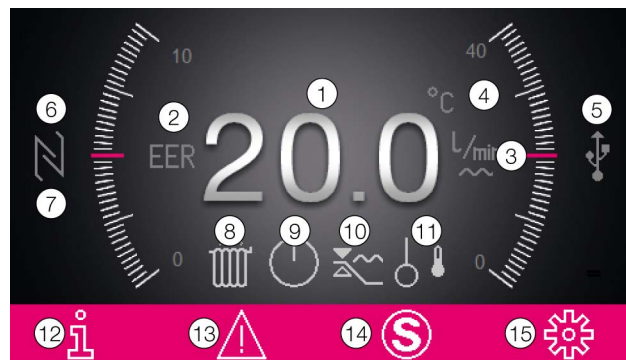

Fig. 44 : structure de l'écran de démarrage
Sur l'écran du refroidisseur d'eau, le débit d'eau qui passe par la dérivation (fig. 44, pos. 3) est affiché à droite, à côté de la valeur de température.